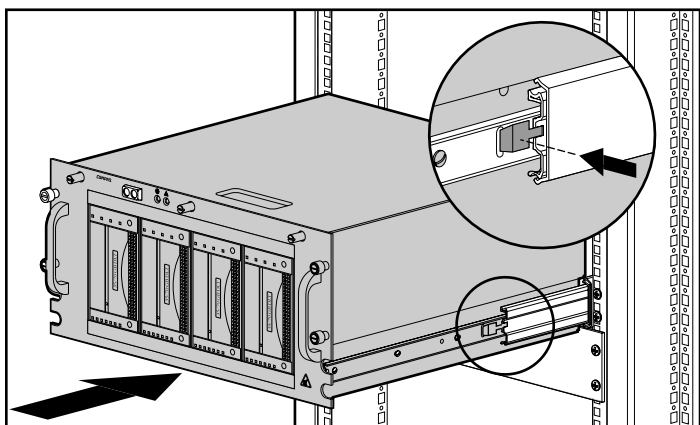

Figura 3-13: Inserimento del contenitore nel rack
3. Premere la levetta di rilascio della guida del componente presente su uno dei lati del server e far scorrere lo chassis nel rack finché non si arresta a metà percorso. La levetta di rilascio della guida del componente è collocata sul lato esterno delle guide. Vedere la Figura 3-13.